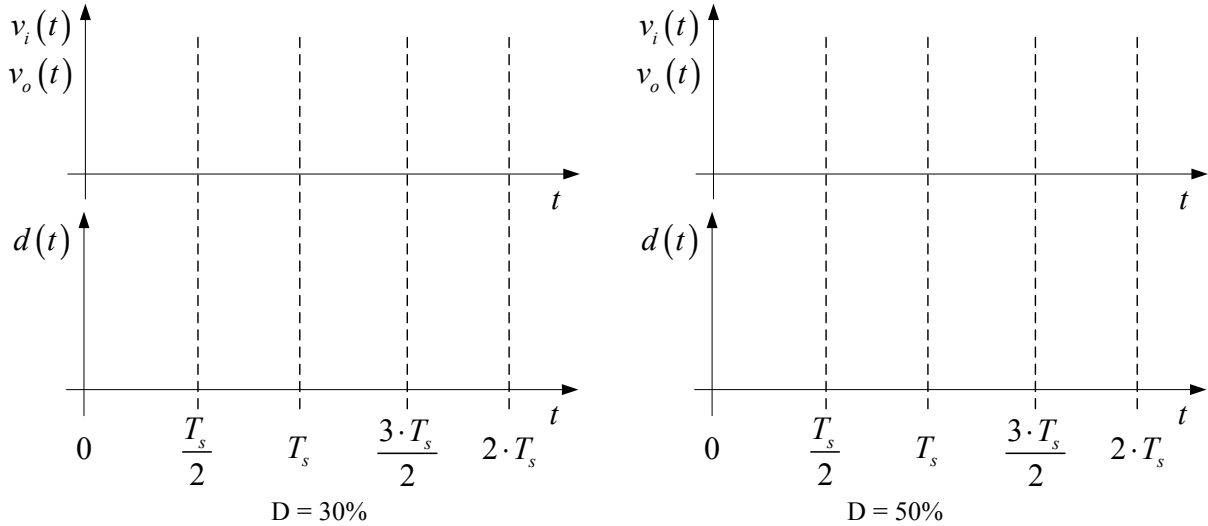

Figura 2 – Principais formas de onda do conversor cc-cc Buck-Boost.
- 1) Esboce as formas de onda observadas no osciloscópio na Figura 2.